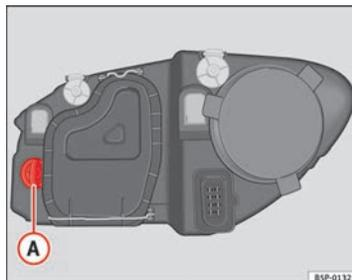

Fig. 186 Lámpara luz intermitente
- Gire el portalámparas ⇒ fig. 186 (A) a la izquierda y tire.